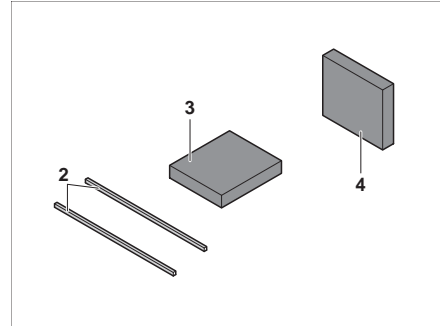

Fig. 117 Cojín adicional
- Colocar el cojín adicional (Fig. 117,3) sobre la prolongación del banco de asiento.
- Utilizar el cojín adicional (Fig. 117,4) como respaldo.